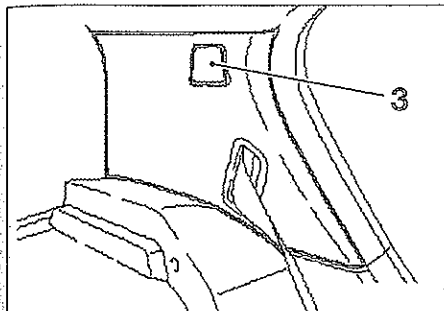

FIG. 67
- Desmontar la tapa de fijación (3) del guarnecido (fig. 67).